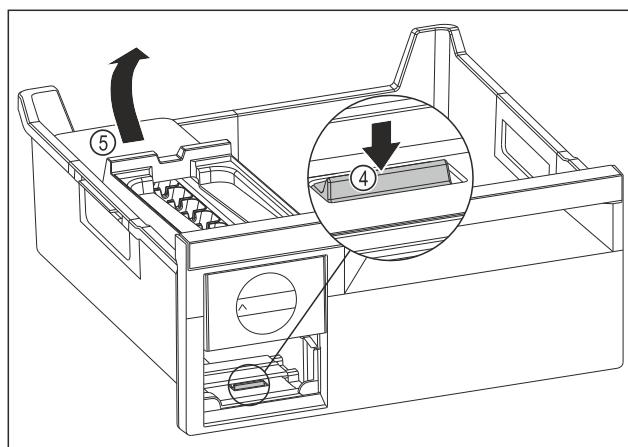

Fig. 106
- ▶ Vyjmutí korpusu EasyTwist-Ice: Lamelu Fig. 106 (4) zatlačte prstem směrem dolů a zároveň nadzvedněte druhou rukou korpus EasyTwist-Ice Fig. 106 (5) ze zadu.